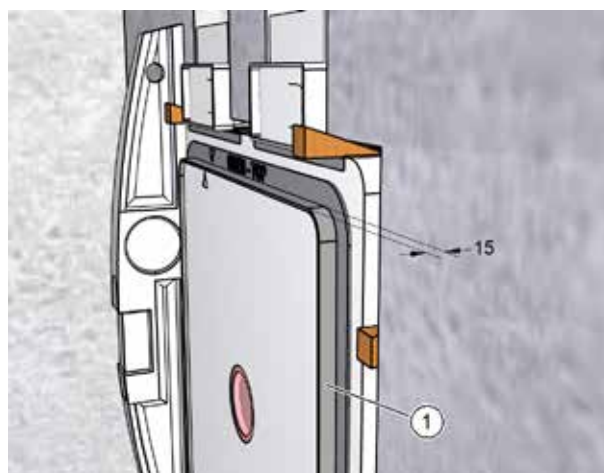

Fig. 17: Profondità della cornice intonaco 15 mm
La profondità della cornice intonaco è di 15 mm (vedere la Fig. 17).
- ▶ Se la parete interna non è perpendicolare o piana, allineare la superficie frontale della cornice intonaco (pos. 1 nella Fig. 17) parallelamente a una guida intonaco ad andamento verticale.